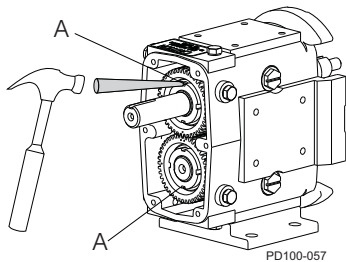

Abbildung 93 - Umbiegen der Sicherungslasche
7. Biegen Sie die Sicherungslasche (Abbildung (Abbildung 93, Pos.Pos. A) an den Sicherungsringen in die Schlitz für die Sicherungsmutter und sichern Sie so die Zahnradsicherungsmutter in ihrer Position.